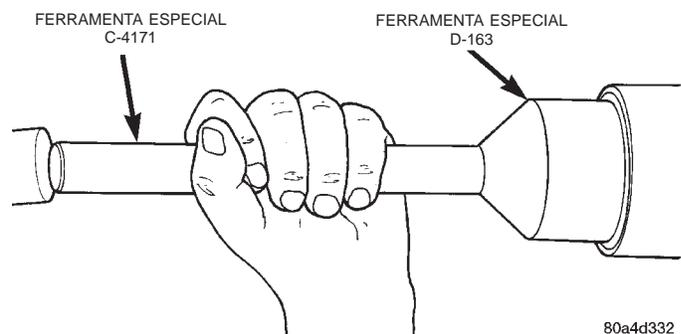

Fig. 31 Instalação da Vedação do Pinhão
(5) Instale o rolamento dianteiro do pinhão e o impulsor de óleo, se equipado.
(6) Aplique uma camada leve de lubrificante de engrenagem na presilha de vedação do pinhão. Instale a vedação com o Instalador D-163 e a Alça C-4171 (Fig. 31).